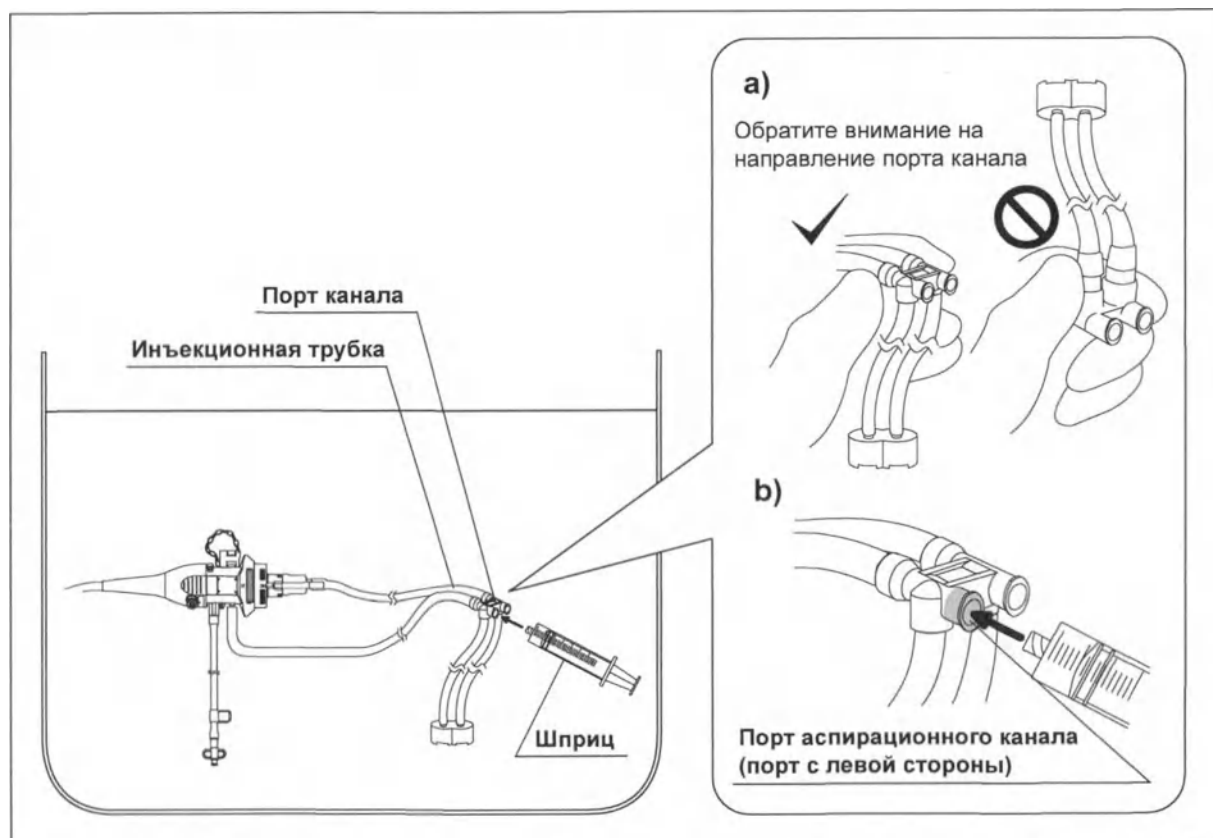

Рисунок 5.57
- 12** Присоедините шприц к порту аспирационного канала инъекционной трубки. (см. рис. 5.57)